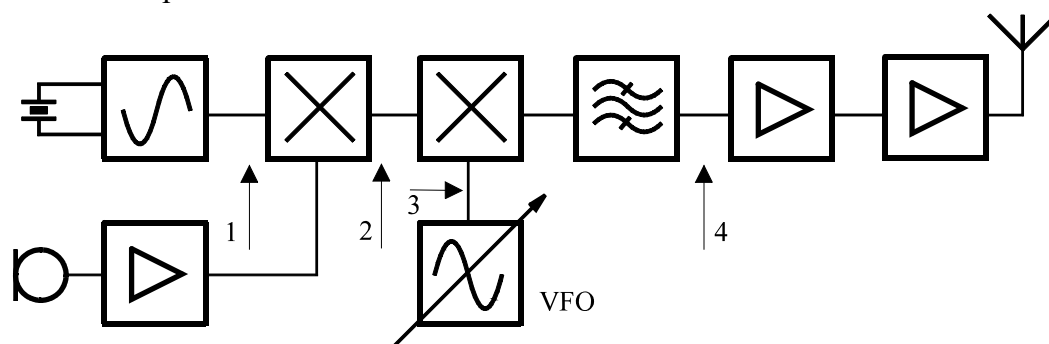

Figure 6.5 Exemple d'émetteur AM, et emplacement possibles pour des étages tampons.
6.5 * Un étage tampon ou *buffer* est un étage d'amplification, souvent avec un gain unitaire (sans amplification). Il permet très généralement de séparer une fonction d'une autre. La **Figure 6.5** présente quelques exemples. Le schéma représenté est celui d'un émetteur AM. Un oscillateur à quartz attaque un modulateur. Suivant la configuration du circuit, il serait possible que le signal BF dans le modulateur influence l'oscillateur et cause ainsi une variation de fréquence non désirée de ce dernier. Pour éviter ceci on placera un étage tampon en « 1 » qui séparera l'oscillateur du modulateur.